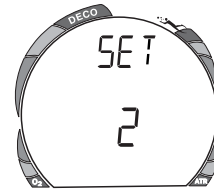

Fig. 22 Einstellung - Set 2
- nach 2 weiteren Sekunden erscheint SET: 2 (Abb. 22)